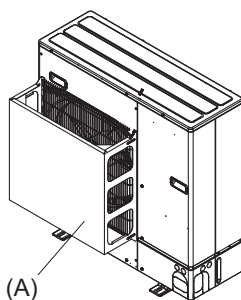
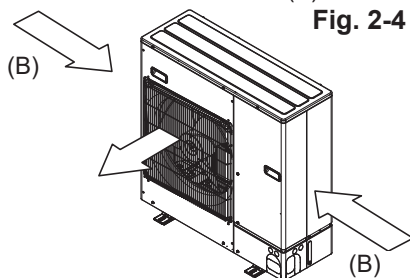

Fig. 2-4
Fig. 2-5
2. Instale una guía para salida de aire y una guía de aire opcionales si la unidad se instala en un lugar donde los fuertes vientos de un tifón, etc. puedan entrar directamente por la salida de aire. (Fig. 2-4)
- (A) Guía para salida de aire
3. Coloque la unidad de modo que la salida de aire sople perpendicularmente a la dirección del viento estacional, si es posible. (Fig. 2-5)
- (B) Dirección del viento